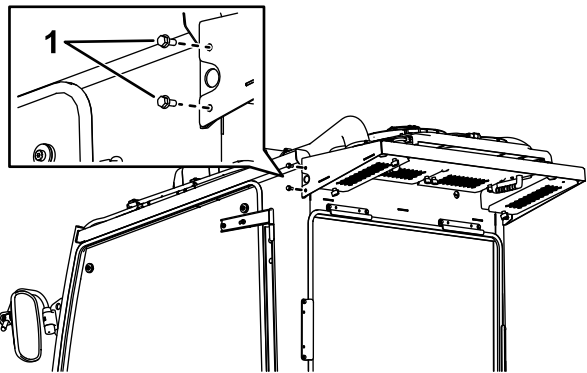

図4
4. 図4のように、キャブの左ドア後部のねじ2本を取り外す。